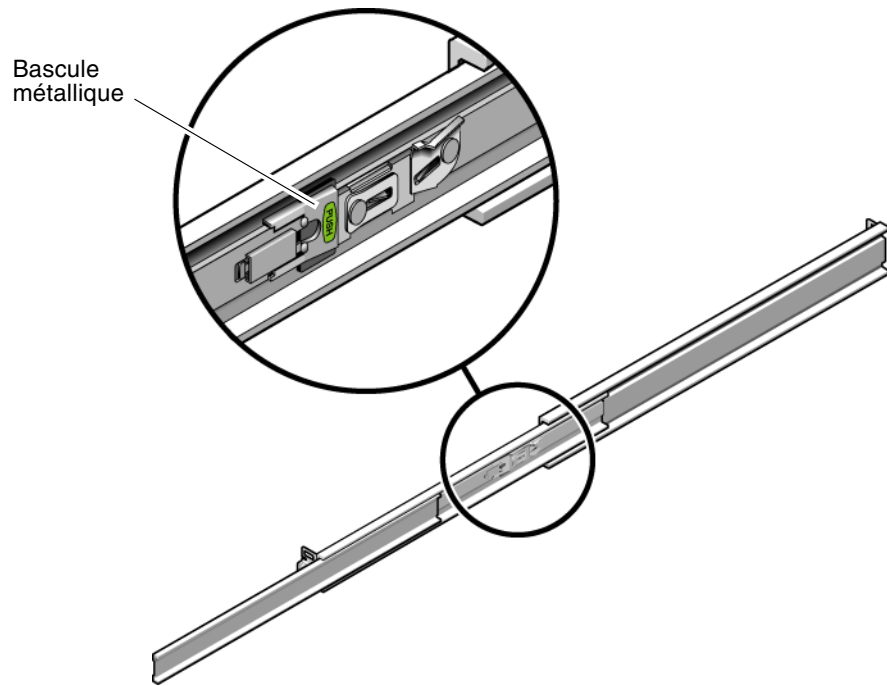

FIGURE 2-24 Déverrouillage des arrêts des bascules des rails coulissants
5. Une fois l'appareil complètement étendu, relâchez les arrêts des bascules des rails coulissants (FIGURE 2-24).